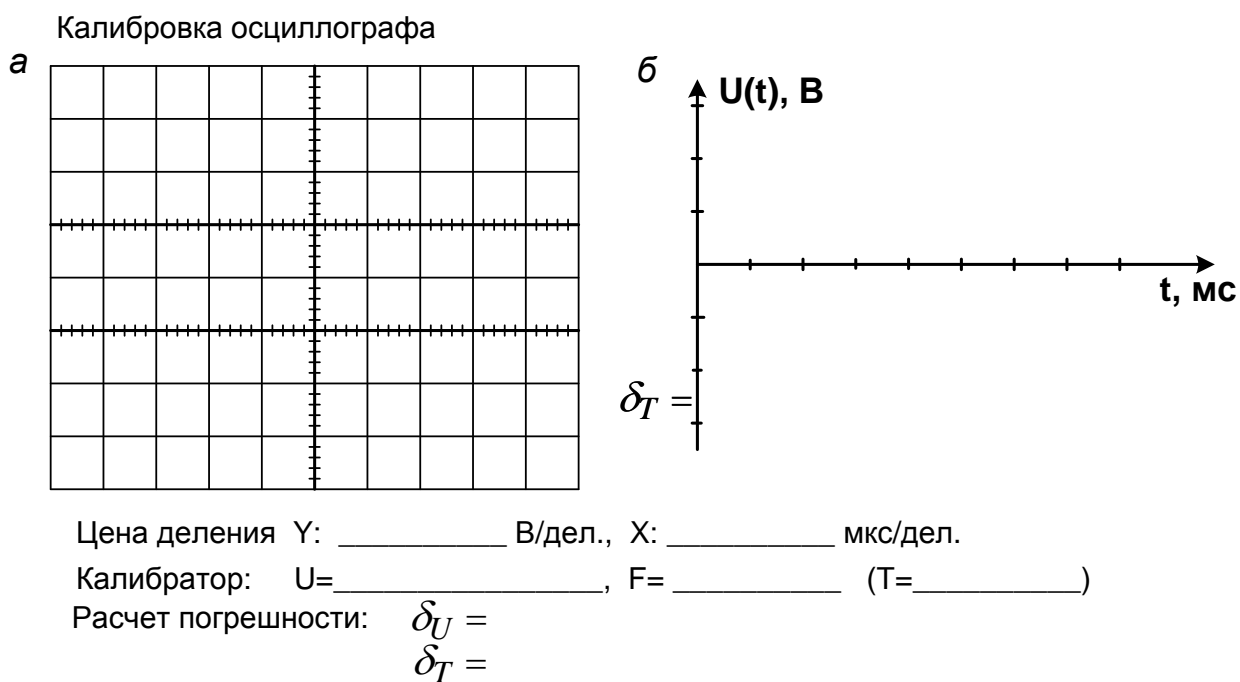

Рис. 3.9. Отчёт «Калибровка осциллографа»
6. Зарисовать осциллограмму, используя шаблон рис. 3.9, а. Записать значения параметров сигнала калибратора и значения цены делений по Y и X .
8. Для построения графика сигнала в декартовой системе координат необходимо определить положение оси t на экране ЭЛТ (см. рис. 3.9, б). Для этого следует подать на «Вход Y » сигнал с амплитудой 0 В. Это можно сделать, соединив сигнальный и общий провода, подключенные к «Входу Y ».